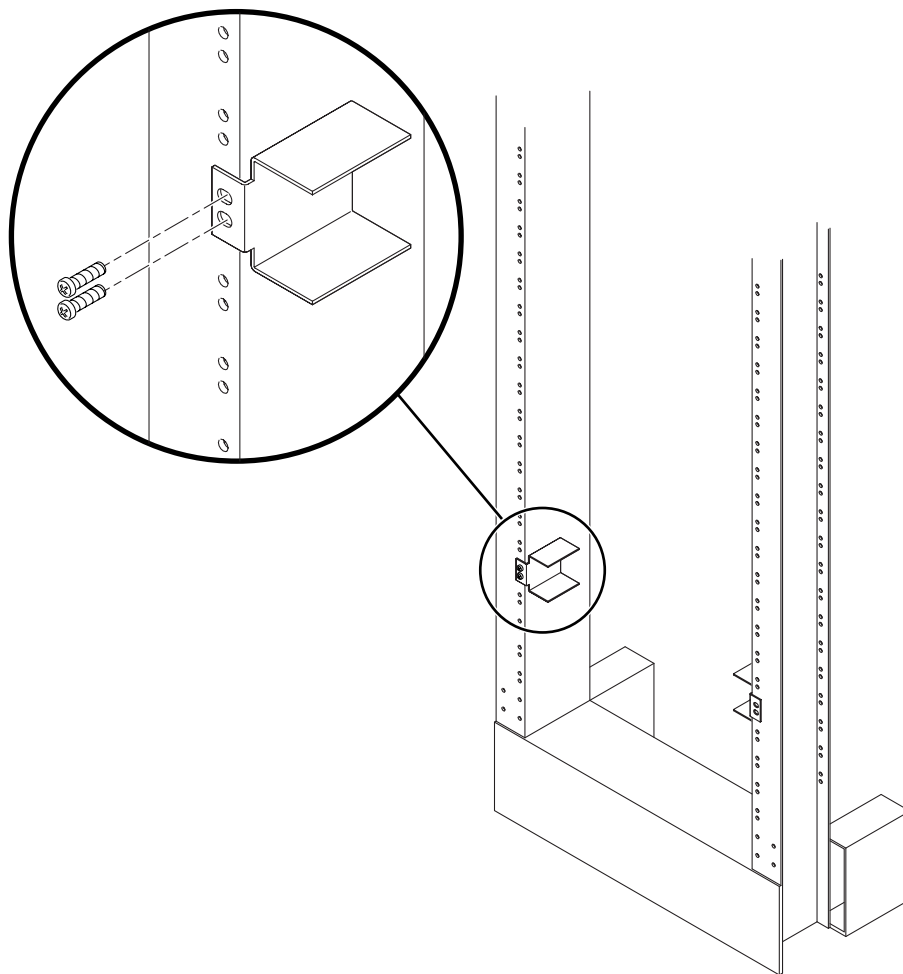

図 3-25 ラックへのレールガイドの取り付け
4. レールガイドをラックの取り付け位置に合わせて、各レールガイドにねじを 2 本ずつ使用して、ラックに取り付けます (図 3-25 を参照)。